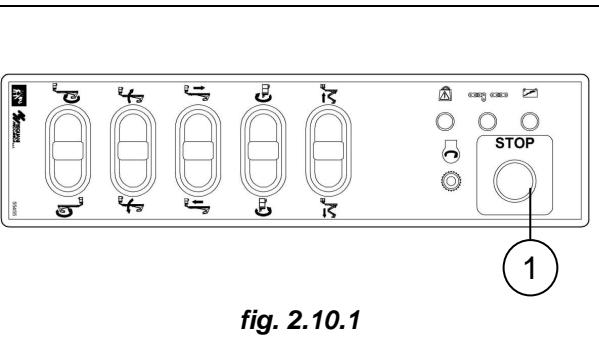
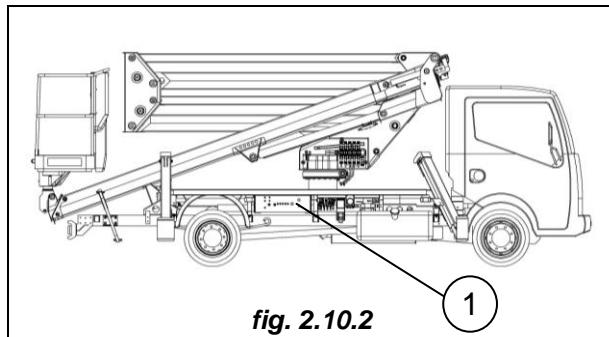

fig. 2.10.1
fig. 2.10.2
Pulsante rosso a fungo con sfondo giallo posizionato uno (**pos. 1 fig. 2.10.1**) sul quadro comandi in piattaforma e l'altro (**pos. 1 fig. 2.10.2**) sul quadro a terra. Premendo uno dei due pulsanti si disattivano tutte le manovre della piattaforma di lavoro elevabile e il motore del veicolo si spegne. Per riattivare la funzionalità della macchina, ruotare il pulsante in senso orario.